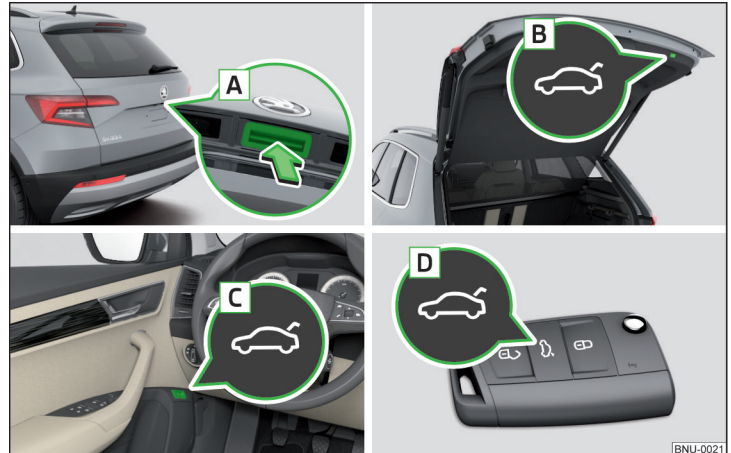

Abb. 50 Klappenbedienung
- ▶ Durch das Drücken des Griffs **A** » Abb. 50.
- ▶ Durch das Drücken der Taste **B** » Abb. 50.
- Die Taste **A** » Abb. 50 wird beim Anfahren bzw. ab einer Geschwindigkeit von mehr als 5 km/h deaktiviert. Nach dem Anhalten und Öffnen einer Tür wird die Taste wieder aktiviert.
- Die Taste **B** » Abb. 50 auf Seite 64 gedrückt halten, bis ein akustisches Signal ertönt.
Die Klappe reagiert nicht auf ein Öffnungssignal	Entfernen eines eventuellen Hindernisses (z. B. Schnee), erneutes Öffnen der Klappe » Seite 64 Drücken des Griffs A » Abb. 50 auf Seite 64 und Ziehen der Klappe nach oben